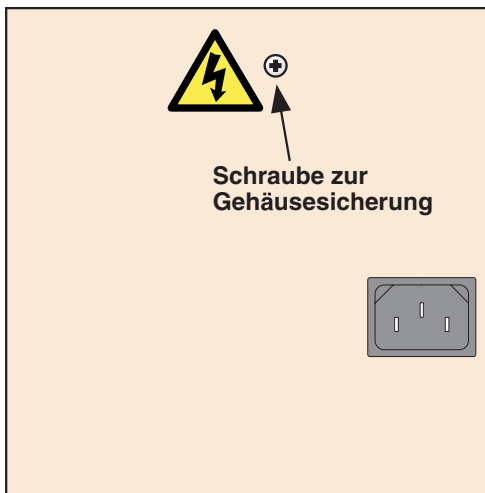

Abb. 15.2.2a Position Sicherheitsschraube
2. Auf der Geräterückseite entfernen Sie auf dem Transmitterklemmendeckel die Sicherheitsschraube (Bild 15.2.2a). Legen Sie bitte die Schraube nicht zu weit weg, da sie bei der Montage des Klemmdeckels wieder benötigt wird.